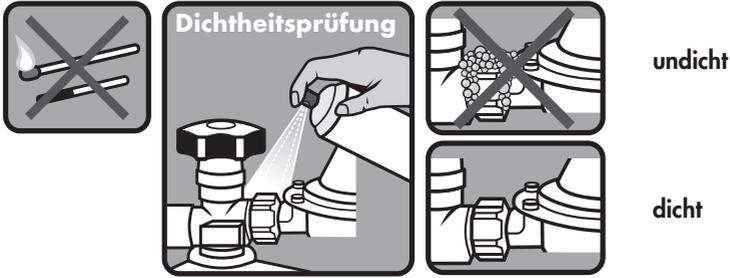

Abb. 1: Dichtheitsprüfung
4. Stellen Sie das Ergebnis fest. Dort, wo sich Blasen bilden, liegt eine Undichtheit vor (siehe Abb. 1).